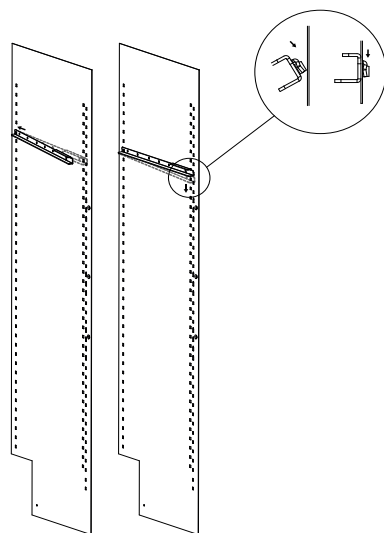
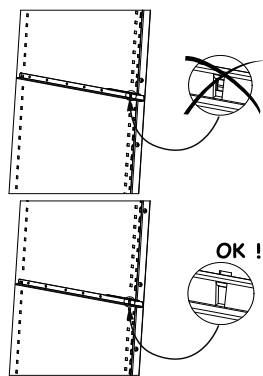

图1
图2
- 移除酒柜内部和外部的保护部件，包括下铰链的保护套(见图1)。
- 装上盖（见图2），在附件包内可以找到，用于密封下铰链的孔。
已被固定在每个酒架上。每个酒架2个垫块（图1）。请通过转动将每个垫块取出（图2）。您可保留这些垫块，以便在需要对您的葡萄酒酒柜进行长距离运输时重新使用它们。
1. 将2个滑条插入酒架支撑带中。每个酒架左右侧个安装一个滑条（见图1）。确保滑条正确地固定在壳体内（见图2）。
1. 将2个滑条插入酒架支撑带中。每个酒架左右侧个安装一个滑条（见图1及图2）。
- 将滑条插入酒架支撑带要求位置上（见图1和2）；